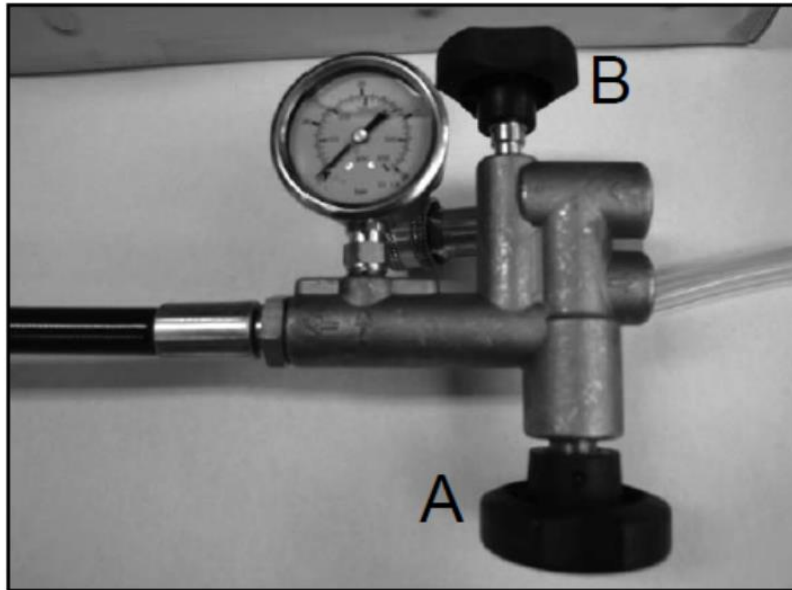

Fig. 3 Regolatore di pressione a valle della pompa
Il regolatore di pressione a valle della pompa (fig.3) consente di realizzare diversi valori di pressione nel serbatoio, visualizzabili attraverso i manometri su di esso installati.
3. Aprire la valvola (a) e la valvola (b) di circa un giro (vedi fig.3). Non tentare di far partire la pompa con le valvole chiuse.